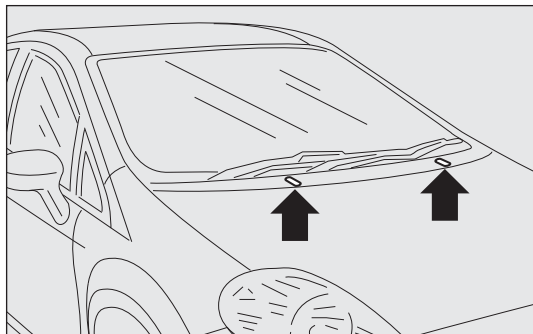

fig. 214
**SPRAY NOZZLES****Windscreen washer fig. 214**